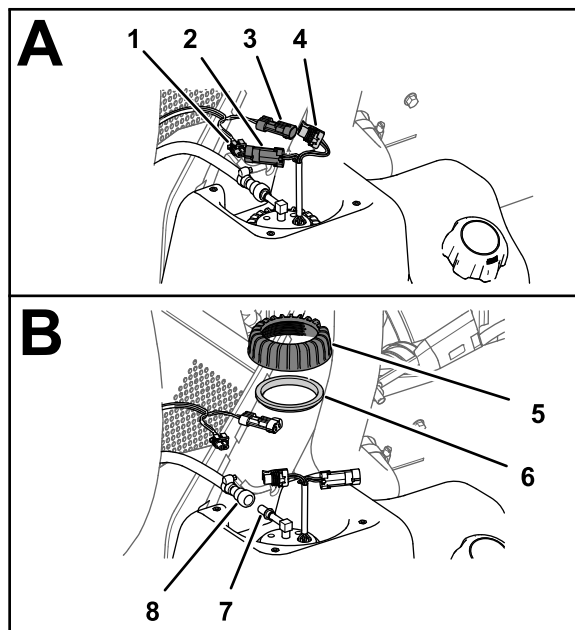

Figura 86
1. Desconecte el conector hembra de 2 vías del arnés de cables de la máquina del conector de 2 pines de la bomba de combustible/sensor; desconecte el conector de 2 pines del arnés de cables de la máquina del conector hembra de 2 vías de la bomba de combustible/sensor (Figura 86).
2. Aleje el anillo de bloqueo del acoplamiento de la manguera de combustible del conector de la bomba de combustible/sensor y retire el acoplamiento y la manguera del conector (Figura 86).
3. Gire la tuerca de la bomba de combustible/sensor en sentido antihorario y retire la contratuerca y la junta (Figura 86).